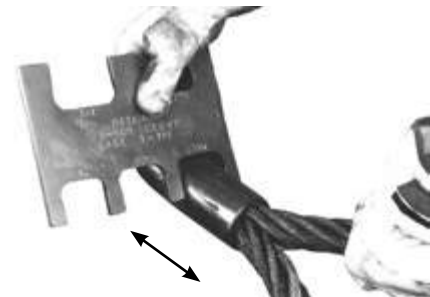

Figura 1
Cuando el prensado es correcto, el calibre llegará arriba y abajo (ver figura 1) y alrededor de toda la longitud del accesorio (ver figura 2).
1. El ojo de la eslinga debe estar en posición enlazada (alrededor del cable vivo). Las aplicaciones de enlazado deben cumplir con los requisitos de ASME B30.9 Eslingas. Instale el enlace para lograr un ángulo de enlace mínimo de 120 grados (Ver Figura 1). Consulte la norma ASME B30.9 para disminuir la capacidad de la eslinga si el ángulo de enlace es mayor que 120 grados.